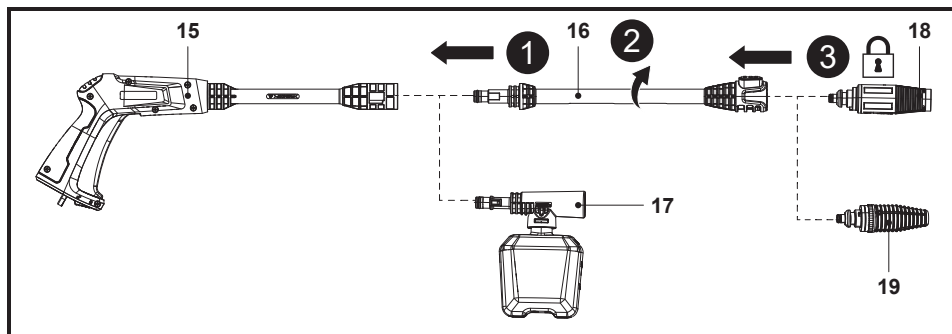

Fig. 2
1. Aliniază și introdu extensia de lance (16) sau duza pentru recipientul cu detergent (17) în locașul de pe pistolul pulverizator (15) (Fig. 2, pasul 1).
2. Apasă și rotește extensia de lance (16) sau duza pentru recipientul cu detergent (17) în sens orar pe pistolul pulverizator (15) până când simți că este strânsă manual pentru a fixa în poziție accesoriul (Fig. 2, pasul 2).
3. Aliniază cele două racorduri de duză cu fantele de pe extensia de lance (16), apoi introdu duza turbo (18) sau duza reglabilă (19) până la capăt (Fig. 2, pasul 3).